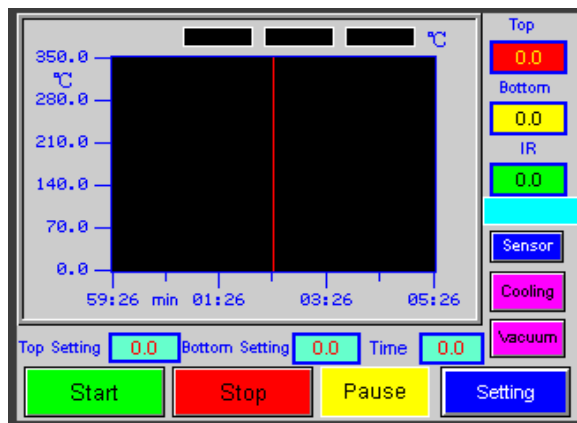
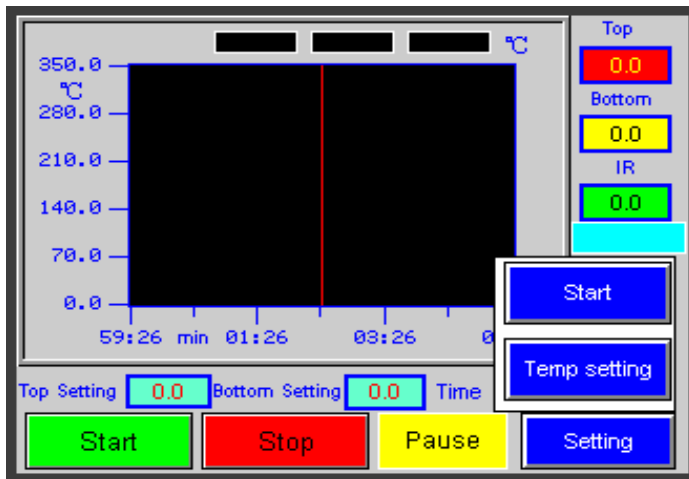

Рис. 4
Рис. 5
Введите пароль, нажмите кнопку ENT, появится окно устранения ошибок (рис. 4).
2. Нажмите “setting” (рис. 4), появится экран изображенный на рис. 5, нажмите “temperature setting” и войдите в настройки температуры (рис 6).